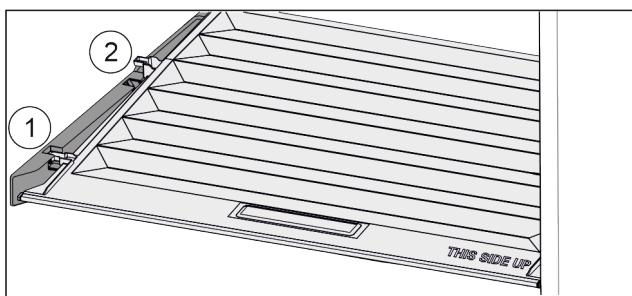

Fig. 117
- Потянуть крышку до отверстия в поддерживающих деталях вперед Fig. 117 (1).
- Поднять сзади снизу и извлечь Fig. 117 (2) движением верх.